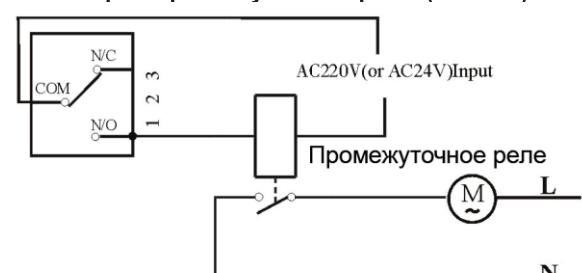

рис. 8.
2. К разъему выходного сигнала (рис. 7) подключите провода согласно схеме (рис.8).
На схеме (рис. 8) изображен разъём выходного сигнала. Общий контакт (COM) - центральная клемма. Нормально-замкнутый контакт (N/C) - правая клемма. Нормальноразомкнутый контакт (N/O) - левая клемма.